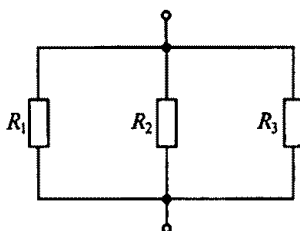

Рис. 25
1.39. Каково эквивалентное сопротивление цепи, схема которой показана на рис. 25, если $R_1 = 4 \text{ Ом}$; $R_2 = 2 \text{ Ом}$; $R_3 = 3 \text{ Ом}$?